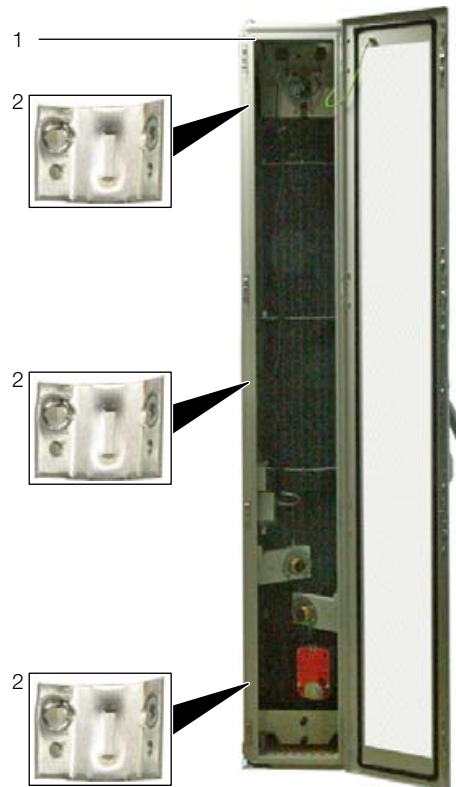

Abb. 29: LCP Rack – Rückseite
- Befestigen Sie je drei Anreihverbinder (TS 8800.490, Abb. 29, Pos. 2) mit den zugehörigen Befestigungsschrauben an den vorgesehenen Befestigungspunkten in den Montageleisten auf der Vorder- und Rückseite des LCP Rack bzw. des LCP Inline flush (Abb. 29, Pos. 1).